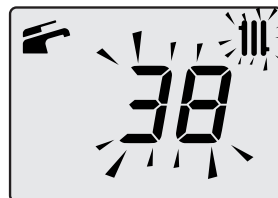

Figura 2.7
- il valore di "set" della temperatura dell'acqua calda di mandata riscaldamento ed il simbolo  lampeggiano. Il fondo del display appare illuminato (Figura 2.7).
- il valore di "set" dell'acqua calda sanitaria ed il simbolo  lampeggiano. Il fondo del display appare illuminato (Figura 2.7).